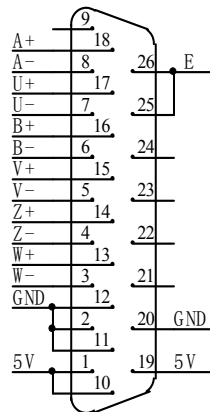

图 3.3 CN2 配置图
- 1) 图 3.3 编码器信号输入接口 CN2 的正视图, 它是采用 HDR26 针座。